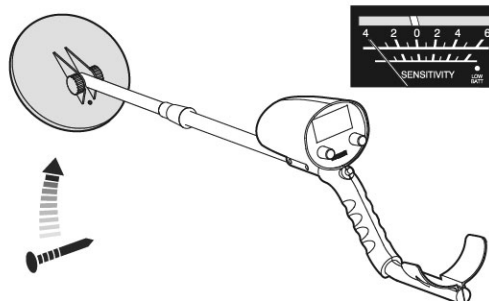

Fig.11
- Når du langsomt fører jernsømmet hen i nærheden af søgehovedet, vil viseren flytte sig mod venstre, og lyden aftage i styrke. Når jernsømmet bevæges tættere på søgehovedet, flytter viseren sig yderligere mod venstre, og lyden aftager i styrke, indtil den forsvinder helt. (Fig. 11).